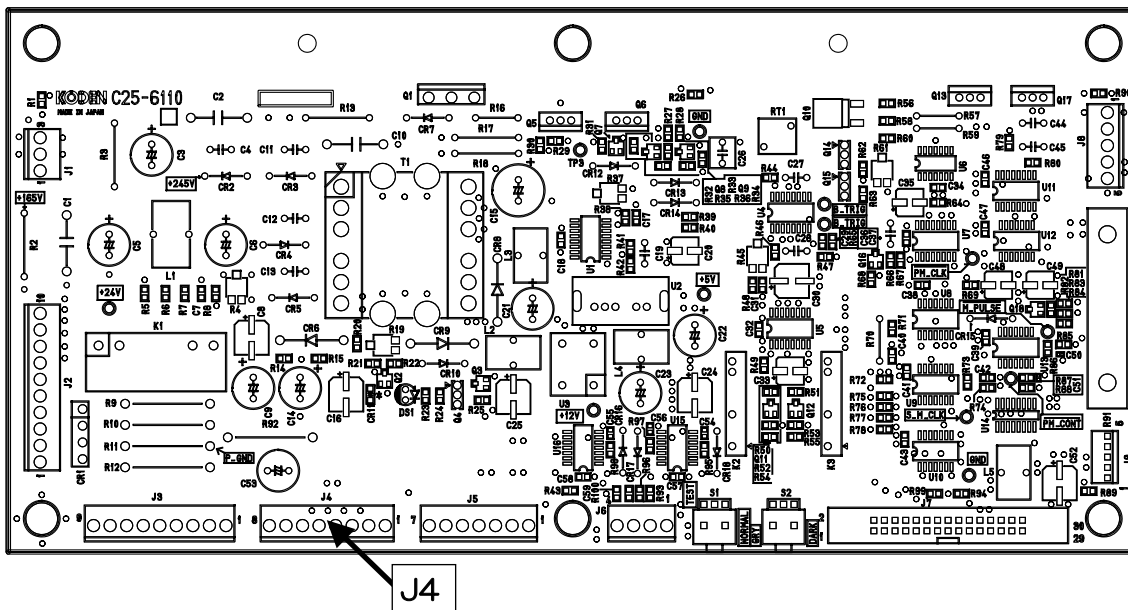

図 4.13 C25-6110 J4 配置説明図
1. 通電板と C25-6110 J4-1 ピン間の導通をテスターで確認してください。導通があれば正常です。導通がない場合は、通電板と C25-6110 J4 間のケーブルが異常です。（図 4.13 参照）